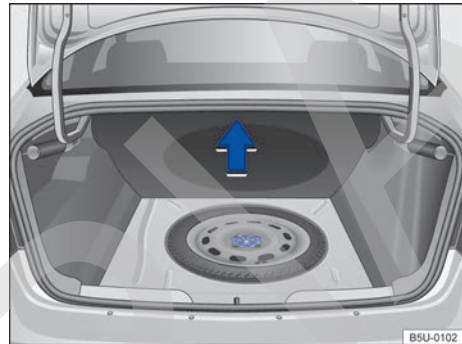

Fig. 159 En el maletero, por debajo del revestimiento del piso: rueda de emergencia y herramientas de a bordo.
Las herramientas de a bordo y la rueda de emergencia están ubicadas en el maletero, debajo de la moqueta → fig. 159.
- Levantar el revestimiento del maletero → fig. 159. Para vehículos con portaobjetos en el maletero, es necesario remover primero la tapa del portaobjetos para llegar a la rueda de emergencia → pág. 96.